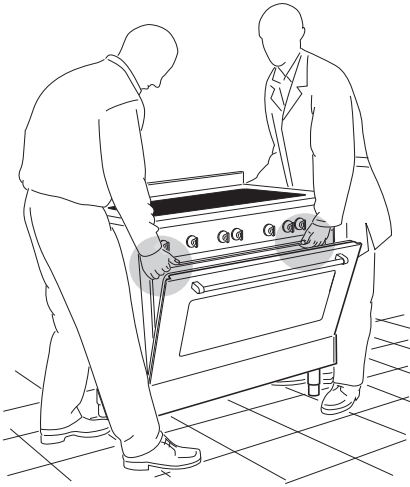

Afb. 1.5
- Assembleer het achterscherm zoals aangegeven in Afbeelding 1.5 en bevestig het door de schroef "B" en de afstandsringen "A" vast te draaien.